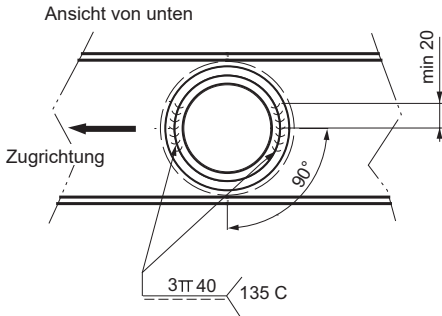

Abb. 13
- Beim Zusammensetzen darauf achten, dass die Dichtringe (2, 3) nicht beschädigt sind. Die Scheibe mit der Abschrägung für den O-Ring (2) muss oberhalb der Membran angebracht werden, siehe Abb. 13. Beim Anziehen der Inbusschraube mit dem abgeflachten Teil der Kolbenstange (4) gegen Verdrehung gehalten. Anzugsmoment Inbusschraube 50 Nm.
- Zum Wechsel der unteren Buchse im A-Rahmen muss die Buchse im Ausziehelement demontiert werden, siehe Abb. 13.
- Buchse 26-083000 gemäß Abb. 13. wieder montieren und einschweißen.